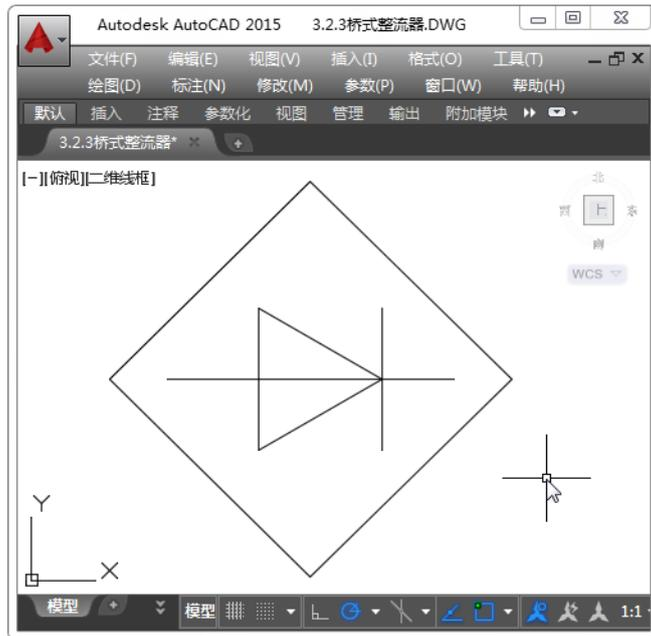

图 3-41 绘制矩形并删除中心竖线
Step12: 选择竖线底部端点为矩形的另一角点, 矩形绘制完成。执行【删除】命令删除中心竖线, 如图 3-41 所示。